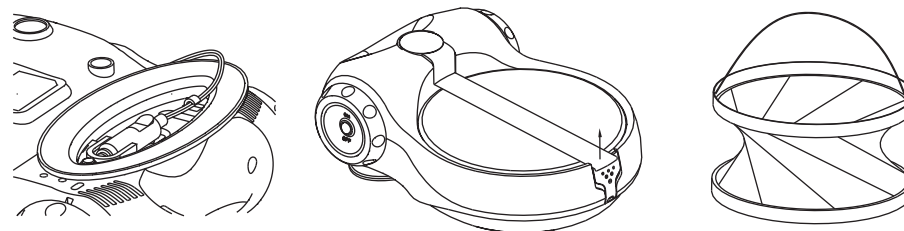

Рис.1
1. Размотайте провод питания, достаньте все необходимые принадлежности и мягкое ведро-трансформер из чехла. - (рис.1)